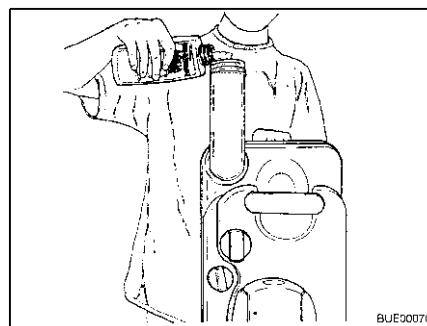

Fig. 198 Verter producto para sanitarios
- Rellenar la cantidad indicada de producto para sanitarios en el depósito de aguas fecales (Fig. 198).